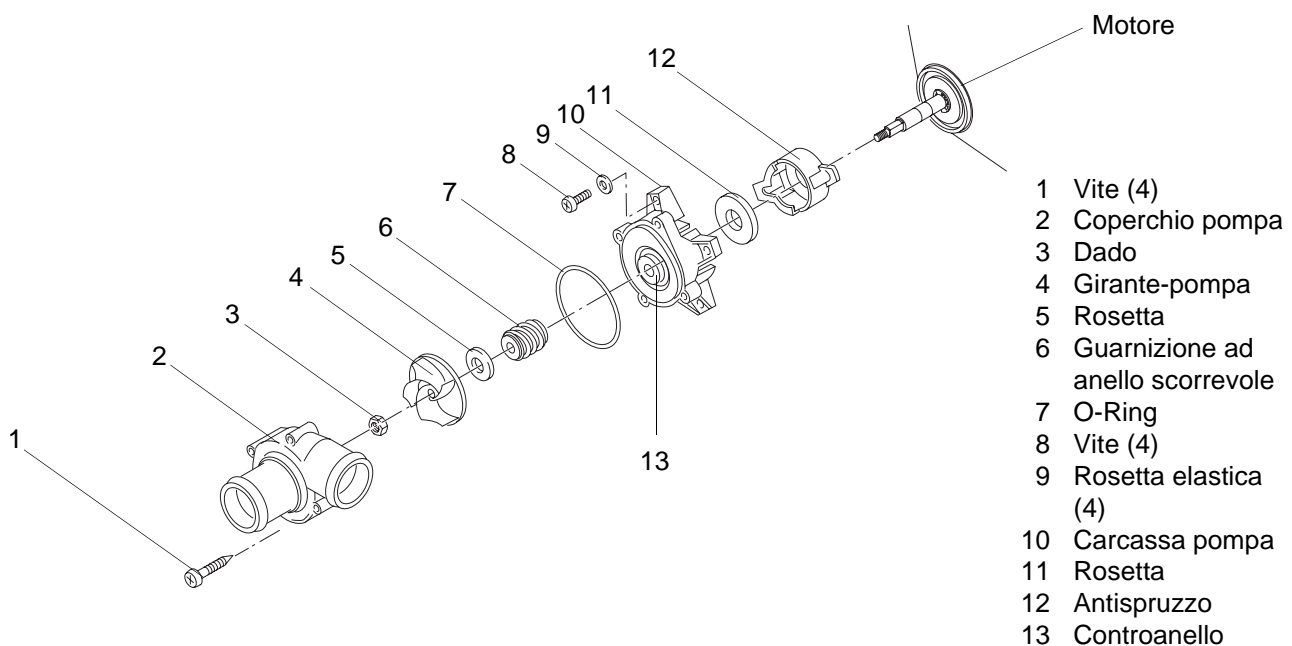

Fig. 2 Disassemblaggio
1. Rimuovere le viti (1, fig. 2) al coperchio della pompa (2).
2. Rimuovere il coperchio della pompa (2), controllare se è danneggiato ed eventualmente eliminarlo (pezzo di ricambio singolo).